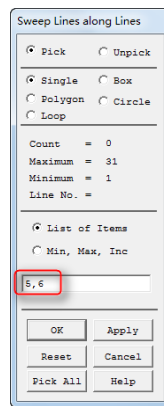

图 11-73 “Sweep Lines along...”对话框
⑱依次选择 Main Menu→Preprocessor→Modeling→Operate→Extrude→Lines→Along Lines，会弹出“Sweep Lines along...”对话框，如图 11-73 所示，在第三栏中选择“List of Items”，在输入框输入 5, 6。
⑲单击“OK”按钮，会再次弹出“Sweep Lines along...”对话框，如图 11-73 所示，